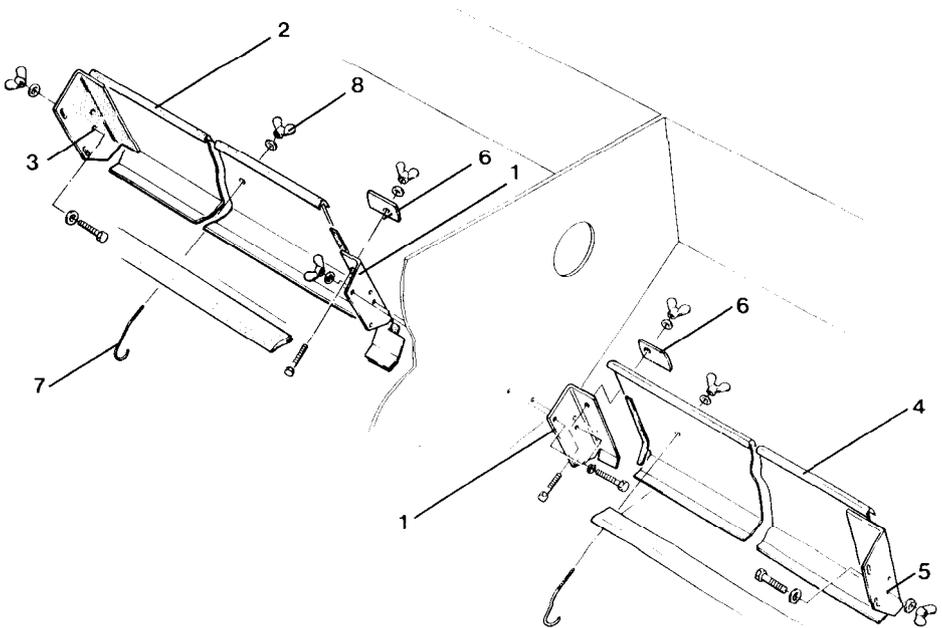

Fig. 64
- Mittelseitenteile (Fig. 64/1) am Saatkastenmittelblech des Saatkastens anschrauben.
- rechten Rapseinsatzkasten (Fig. 64/2) mit Skt.-Schraube, 2 Scheiben und Flügelmutter an der rechten Saatkastenaußenwand anschrauben. Zu benutzen ist die Bohrung (Fig. 64/3).
- linken Rapseinsatzkasten (Fig. 64/4) in gleicher Weise an der linken Saatkastenaußenwand anschrauben. Zu benutzen ist die Bohrung (Fig. 64/5).
- Rapseinsatzkästen in Saatkastenmitte mit je einer Klemmmasche (Fig. 64/6) festklemmen.